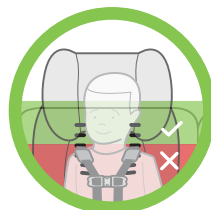

Figure 4
- Les sangles du harnais doivent traverser les fentes du harnais au même niveau ou au-dessus – et le plus près possible – des épaules de l'enfant, tel qu'illustré dans la **Figure 4**.